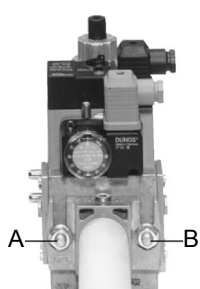
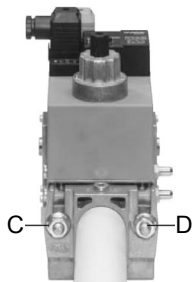
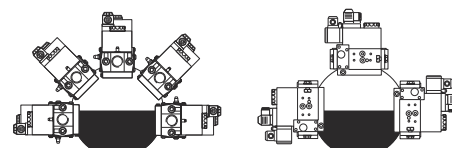

Рис. 3
Рис. 4
Рис. 6
- 3 Затянуть винты А, В, С и D (Fig. 3 - Fig. 4) соблюдая дистанции монтажа (Fig. 6)